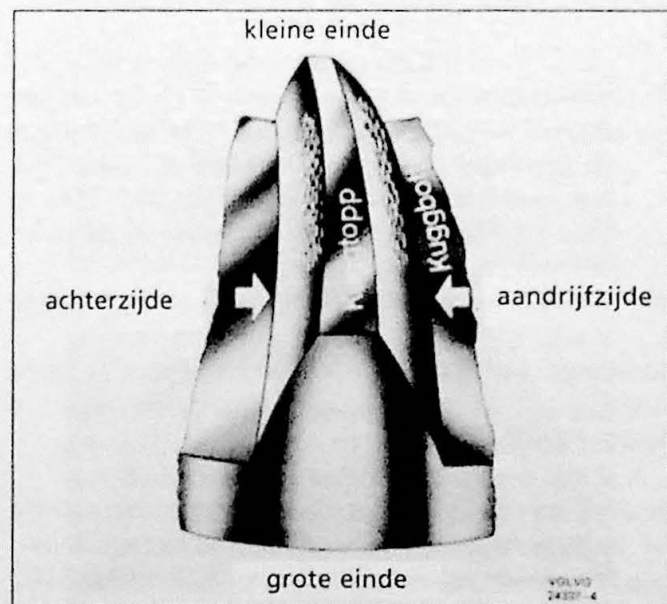
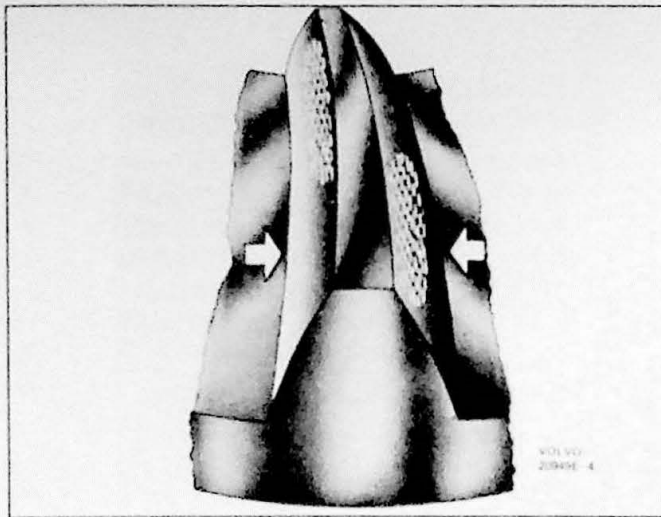
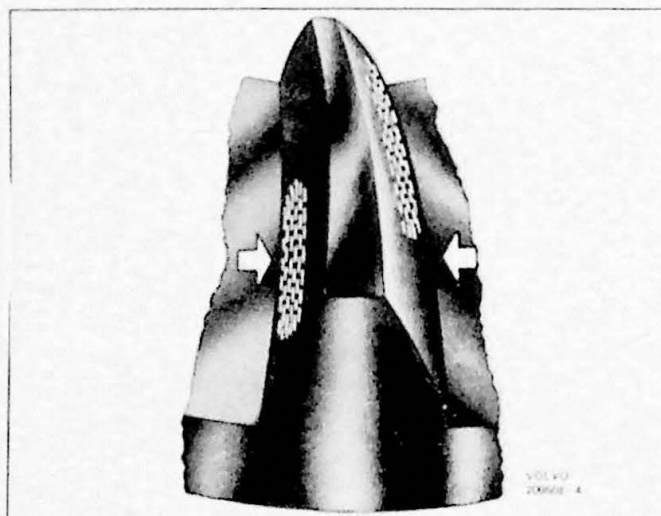

Fig. 9.38. Juist tandcontact.
Fig. 9.39. Verkeerd tandcontact.
Fig. 9.40. Verkeerd tandcontact.
- aandrijfzijde liggen tegenover elkaar (Fig. 9.38). Is het drukbeeld niet juist dan moet de positie van de pignon worden bijgesteld voordat de montage wordt voortgezet. Ligt het drukbeeld te ver naar het grote einde aan de aandrijfkant en te lang naar de kleine kant aan de achterzijde (Fig. 9.39), dan moet de pignon naar binnen worden verplaatst. Ligt het drukbeeld te ver naar het kleine einde aan de aandrijfzijde en te ver naar het grote einde aan de achterzijde (Fig. 9.40) dan moet de pignon naar buiten worden verplaatst. Let erop dat het drukbeeld zich iets verplaatst naar de kleine zijde als de afstelringen en de lagers zijn gemonteerd.